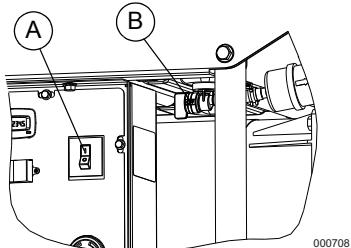
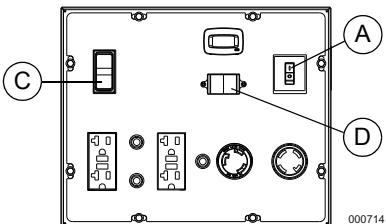

Figure 3-2. Commutateur du disjoncteur principal et robinet de carburant
Figure 3-4. Commutateur de marche et d'arrêt du moteur
3. Mettez le commutateur du disjoncteur principal à la position Arrêt (A). Voir la Figure 3-2.
4. Ouvrez le robinet de carburant (B). Voir la Figure 3-2.
6. Voir la Figure 3-4. Sur le tableau de commande, mettez le commutateur de marche et d'arrêt du moteur à la position Marche (C).
1. Laissez le moteur fonctionner pendant au moins dix secondes, puis mettez le disjoncteur principal à la position Marche (A). Voir la Figure 3-2 ou la Figure 3-4.
2. Sélectionnez la tension nominale au moyen du commutateur de tension (D). Voir la Figure 3-4.
1. Mettez le commutateur du disjoncteur principal à la position Arrêt (A). Voir la Figure 3-2 ou la Figure 3-4.
4. Ouvrez le robinet de carburant (A). Voir la Figure 3-2.
7. Appuyez sur le commutateur de démarrage du moteur (C) et maintenez-le enfoncé jusqu'à ce que le moteur démarre. Voir la Figure 3-4. Relâchez le commutateur de démarrage si le moteur ne démarre pas au bout de cinq secondes. Revoyez la procédure de démarrage avant de tenter de démarrer le moteur. Si le problème persiste, consultez la section «Dépannage».
9. Sélectionnez la tension nominale au moyen du commutateur de tension (D).